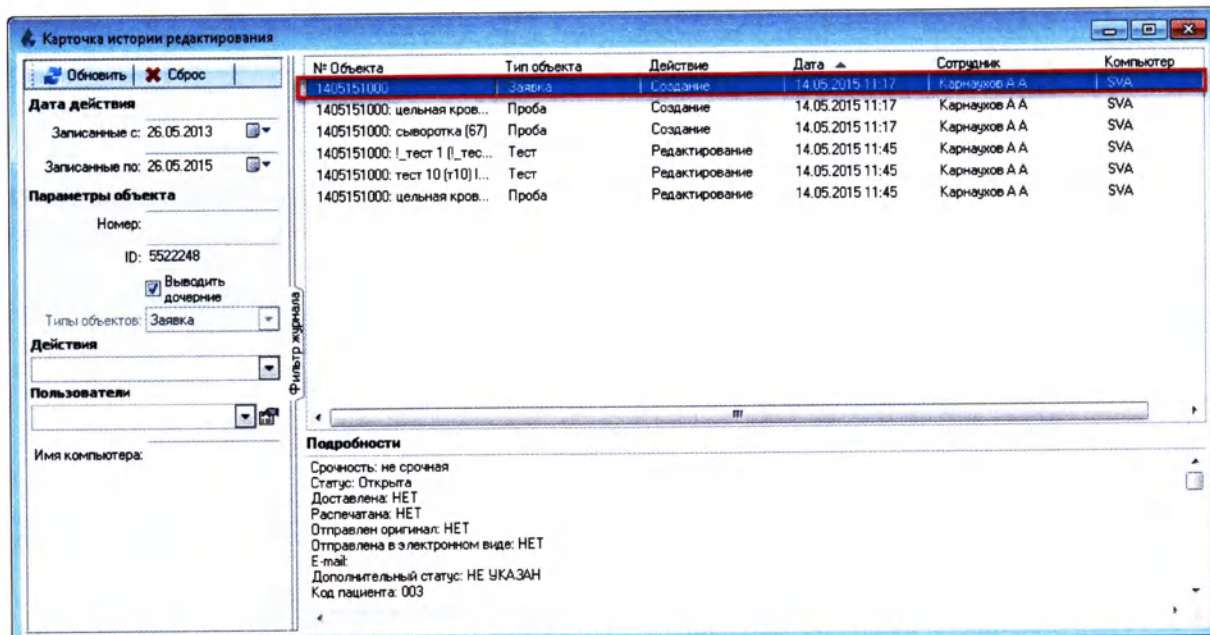

Рисунок 14.7
1. Выберите запись в карточке истории редактирования, щелкнув по ней один раз левой кнопкой мыши (Рисунок 14.7):